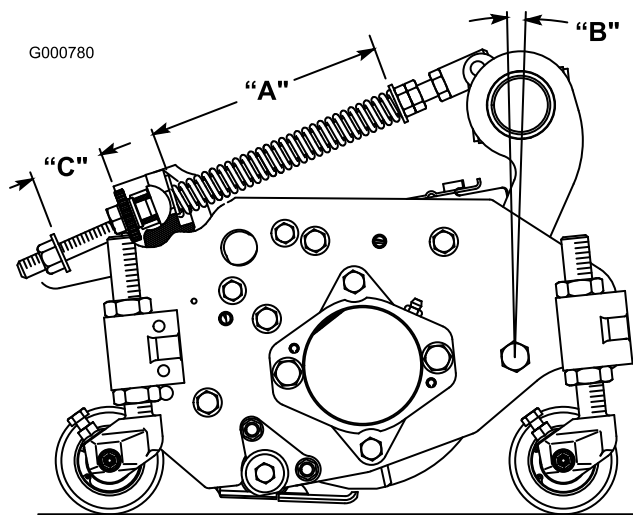

Figure 8
Le ressort de compensation (Figure 8) qui relie le bâti porteur au plateau de coupe, contrôle la rotation avant/arrière disponible ainsi que la garde au sol lors pour le déplacement d'un point à un autre et les demi-tours.
1. Serrez le contre-écrou à l'arrière de la tige de ressort jusqu'à obtention d'un écartement (C) de 25 mm entre l'arrière du support du ressort et l'avant de la rondelle (Figure 8).
2. Serrez les écrous hexagonaux à l'extrémité avant de la tige de ressort jusqu'à ce que la longueur du ressort comprimé (A) soit égale à 203 mm (Figure 8).
Remarque: Lorsque vous tondez des pelouses irrégulières ou ondulées, augmentez la longueur du ressort comprimé (A) à 216 mm et l'écartement (C) entre l'arrière du support de ressort et l'avant de la rondelle à 38 mm (Figure 8).